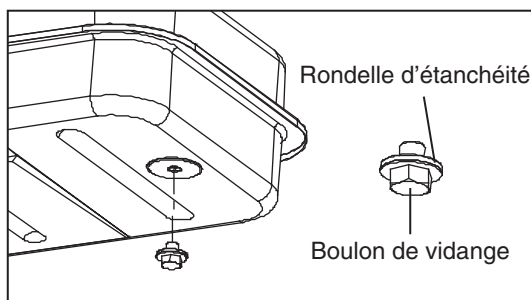

Figure 5. Boulon de vidange
3. À l'aide de la douille de $\frac{3}{4}$ po ou de la clé à molette, replacez le boulon de vidange sur le réservoir à combustible. (Voir figure 5.)